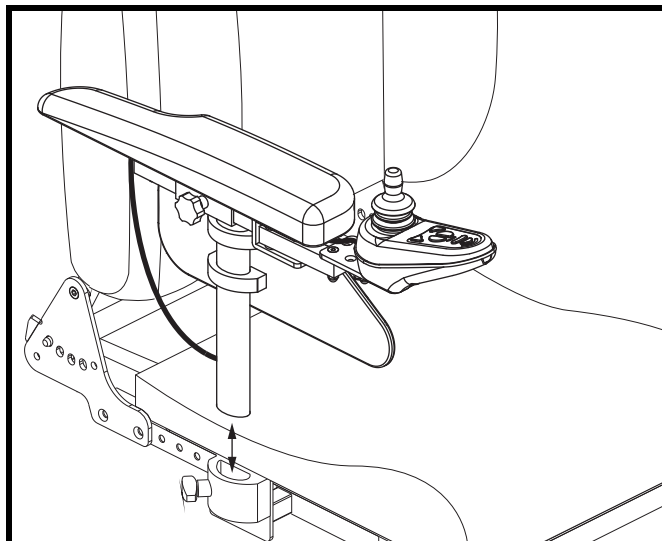

Figura 17. Rimozione/Installazione bracciolo
Vedere figura 17.
1. Posizionare il gruppo del bracciolo nel blocco corrispondente. **Vedere figura 17.**